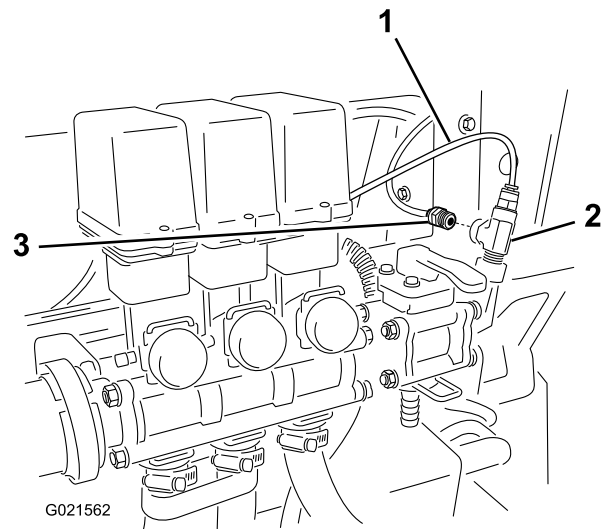

Figura 9
3. Localize o tubo de pressão vermelha que sai da parte posterior da caixa de controlo e instale-o na abertura do encaixe em T (Figura 9).